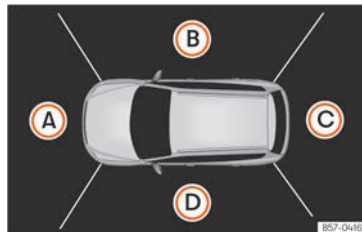

Abb. 209 Anzeige der Rundumsicht: Vogelperspektive.
Die Kombination aller Kamerabilder ergibt die Vogelperspektive  » » **Abb. 209**. Die Vogelperspektive kann durch Drücken auf das Fahrzeug innerhalb des Bereiches gewählt werden.
Durch Drücken auf die verschiedenen Bereiche » » **Abb. 209** **A** bis **D** der Vogelperspektive oder der reduzierten Vogelperspektive kann die entsprechende Ansicht gewählt werden.
- »» **Abb. 209.** Wenn die Taste P_{Hilf} bei einer Fahrgeschwindigkeit über 15 km/h (9 mph) gedrückt wird, wird kein Bild angezeigt.